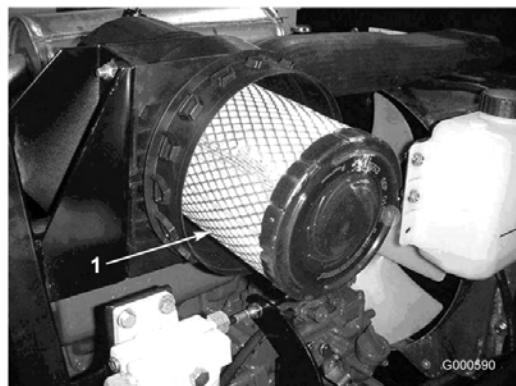

Figura 32
3. Retire y cambie el filtro primario (Figura 32).